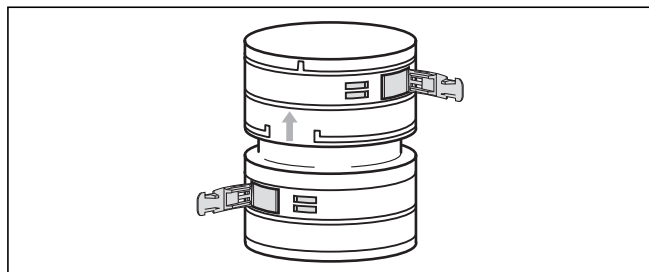
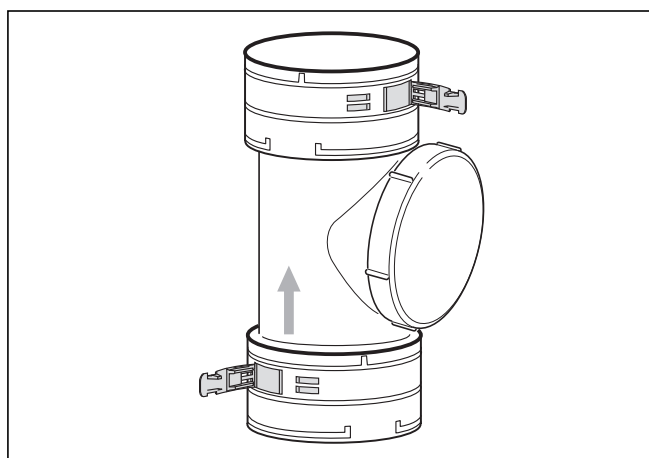

Рис. 4.51 Соединительный элемент
Рис. 4.52 Очистной элемент
- При необходимости сначала монтируйте соединительный и очистной элементы (→ рис. 4.51 и 4.52).
Вместо цельного гибкого отвода ОГ Вы можете использовать несколько частей, соединив их соединителями (изд. № 303 512, → **рис. 4.51**) или очистным элементом (изд. № 303 511, → **рис. 4.52**).